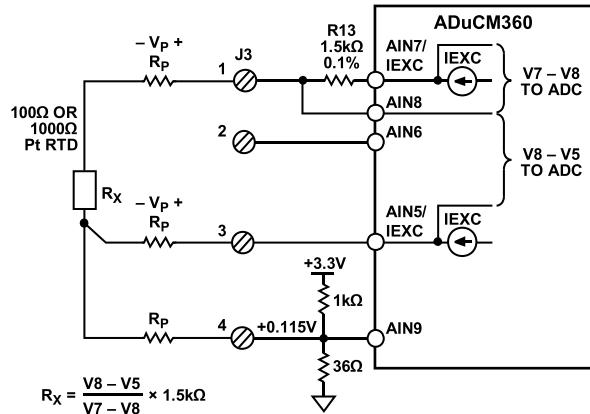

图6. 三线式RTD连接配置
三线式连接是另一种使用广泛的RTD配置，可消除引脚电阻误差，如图6所示。
- b. 三线式RTD(参见图6)：将正电流激励导线连接至J3引脚1；将负电流激励导线连接至J3引脚4。将负电压检测导线连接至J3引脚3。